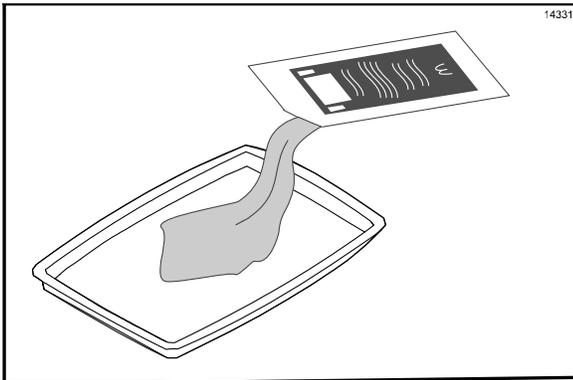

Figura 42
9. Abra un paquete de solución limpiadora **McD Hi-Temp Grill Cleaner (HTGC)**. Vacíe el contenido en una base de cocinado o sartén de acero inoxidable limpia. (Vea la figura 42.)